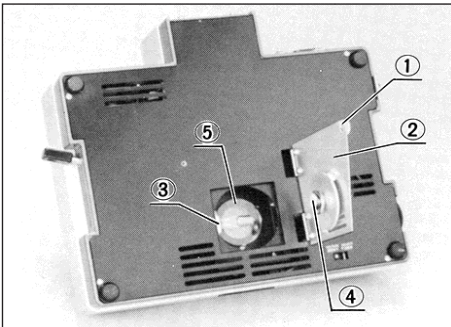

Abb. 9
- 1) Die Feststellschraube ① lösen und die Glühlampenabdeckung ② öffnen (Abb. 9).
- 2) Kontaktstifte der Halogenleuchte aus dem Plastikbeutel herausführen. Die Kontaktstecker in die Fassung ③ einstecken, ohne die Glühlampe direkt mit bloßen Fingern zu berühren (Abb. 9)